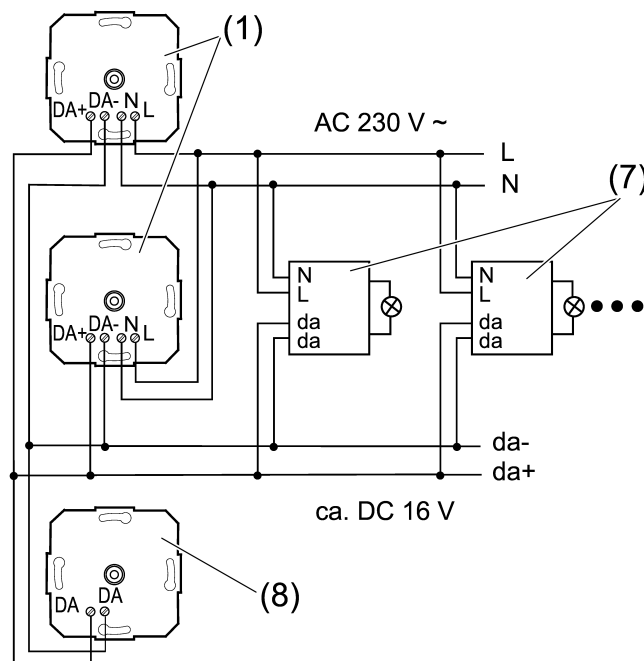
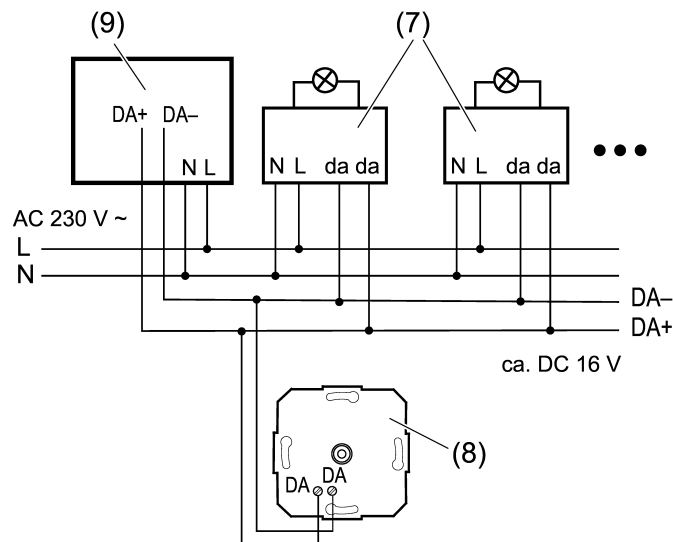

Figure 3: Exemple de raccordement, mode Broadcast
Figure 4: Schéma de connexion Fonctionnement en tant qu'Input device
- Raccorder Module variateur rotatif DALI encastré avec bloc d'alimentation intégré, Module variateur rotatif DALI encastré et le ballast électronique DALI selon les exemples de raccordement (voir figure 3) et (voir figure 4). Lors de cette opération, respecter les instructions du fabricant du ballast électronique.
- i** Une combinaison de Module variateur rotatif DALI encastré avec bloc d'alimentation intégré avec une tension d'alimentation externe n'est pas autorisée. Si une tension d'alimentation externe est utilisée, par exemple via une commande centrale, la tension d'alimentation ne doit pas être raccordée au mécanisme de variation rotatif (voir figure 4).